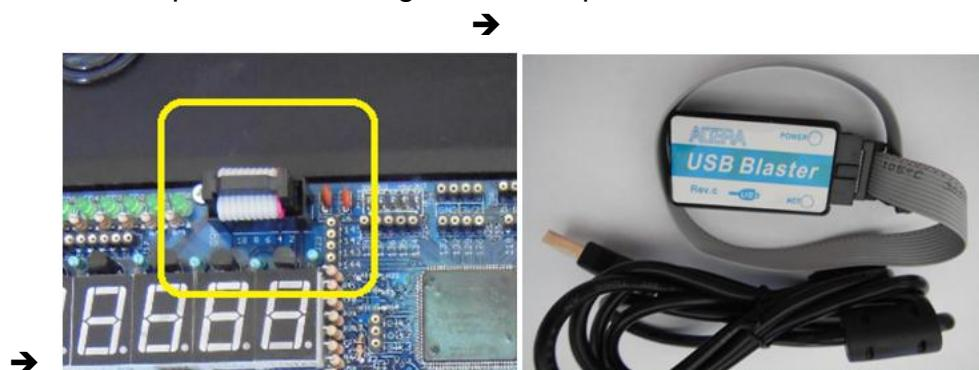

Figura 5
- O conector de gravação **JTAG** é utilizado no momento da gravação, nele deve ser conectado o gravador da figura 5 fornecido com o kit, o gravador modelo USB blaster clone está embutido no gabinete do kit e já ligado ao conector JTAG, portanto o seu acesso é feito pelo cabo USB que deverá ser ligado ao computador.